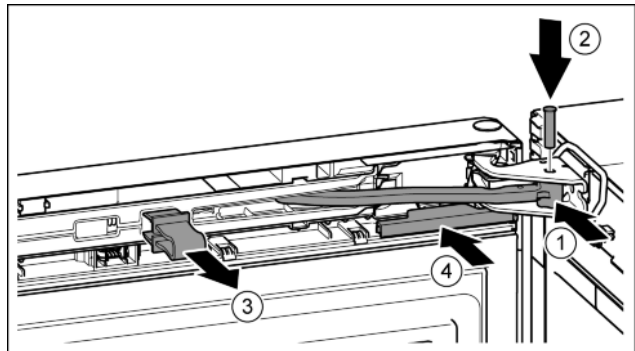

Fig. 45
- ▶ Gelenk in Lagerbock drehen. Fig. 45 (1)
- ▶ Bolzen in Lagerbock und Gelenk einsetzen. Dabei darauf achten, dass der Rastnocken korrekt in der Nut sitzt. Fig. 45 (2)
- ▶ Sicherung abnehmen. Fig. 45 (3)
- ▶ Abdeckung aufschieben. Fig. 45 (4)